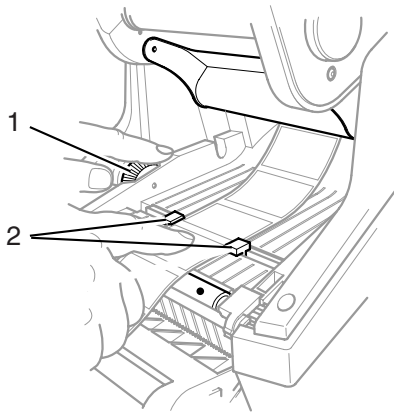

Bild 21, Materialführungen einstellen
- Führen Sie das Material unter dem Druckmodul und unter den Führungen (**Bild 21, 2**) hindurch und weiter durch den Schlitz im Bedienfeld.
- Stellen Sie die Materialführungen mit dem grünen Stellrad (**Bild 21, 1**) so ein, dass sie leicht am Material anliegen, ohne dabei das Material zu verkleben.
2. Positionieren Sie den Etikettenstreifen zwischen den Führungen (**Bild 21, 2**) und drehen Sie das Stellrad (**Bild 21, 1**) so, dass die Führungen leicht am Material anliegen, ohne dabei das Material zu verkleben.